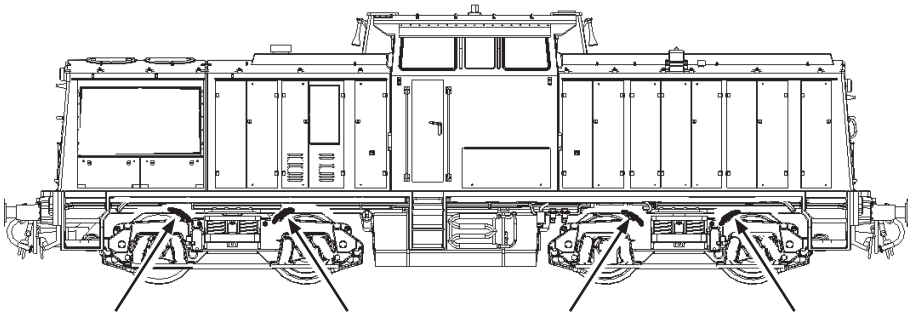
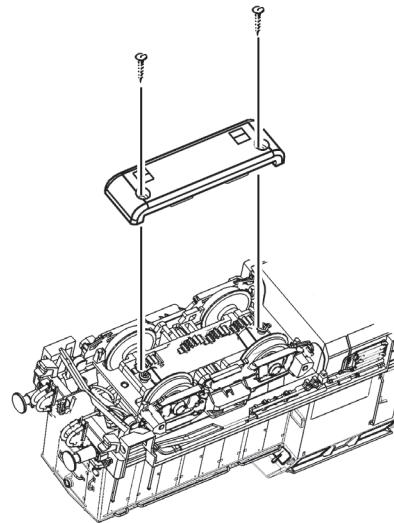

Fig. 7
Fig. 3
**2. Schmierung:** Versehen Sie die im Schmierplan in Fig. 7 gekennzeichneten Stellen mit nur **kleinen Öltropfen**. Dazu zuerst das Lokgehäuse abnehmen (Fig. 3). Wir empfehlen den **ROCO Öler Art.-Nr. 10906**. Fürs Schmieren der Getriebeteile (Zahnräder, Schnecke) empfehlen wir das **ROCO-Spezialfett Art.-Nr. 10905**. Im Falle der Schmierung diese Teile **nicht ölen**.
**Mehrzugbetrieb:** Zuerst Lokgehäuse abnehmen (Fig. 3). Danach den Brückenstecker aus der Schnittstelle entfernen (diesen sorgsam aufbewahren). Danach den Stecker des Decoders lagegerecht einsetzen (Fig. 5).
**4. Motorwechsel:** Lokgehäuse abnehmen (Fig. 3). Danach wird der Motor ausgebaut und ausgetauscht (Fig. 7).
**2. Lubrication:** Apply **tiny oil drops** to spots marked in fig. 7. Prior to lubrication dismantle locomotive (fig. 3). We recommend using item no. **10906, Roco oiler**. For lubrication the gearparts (e.g. cogwheels, worm) we would recommended our Roco **special grease** (item no. **10905**).
**4. Motor Changing:** First remove loco body (fig. 3), and then the motor (fig. 7).
**2. Graissage:** N'appliquez **qu'une toute petite goutte** aux endroits indiqués par le plan de graissage (fig. 7) après avoir démonté la caisse de la locomotive (fig. 3). Nous vous recommandons **le graisseur à huile Roco réf. 10906**. Pour graisser les engrenages (roues dentées, vis sans fin) nous vous conseillons la **graisse spéciale Roco réf. 10905** pour engrenages en matières synthétiques. Lorsque vous utilisez cette graisse il faut éviter d'huiler ces composants.
**4. Remplacement du moteur:** Démontez la caisse (voir fig. 3). Démontez ensuite le moteur (fig. 7).
1. siehe } Fig.3